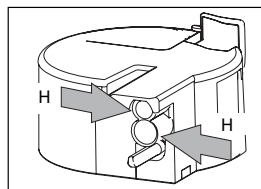
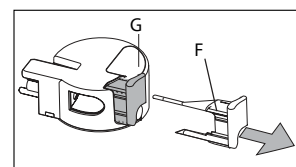

Fig. 46
Fig. 47
- Retire el regulador de espuma de leche (F) tirando de él hacia fuera.
- Lave todos los componentes a fondo con agua caliente y líquido lavavajillas neutro. Asegúrese de que no queden restos de leche dentro de los orificios (Fig. 46) y la ranura en el extremo fino del regulador de espuma de leche (Fig. 47).